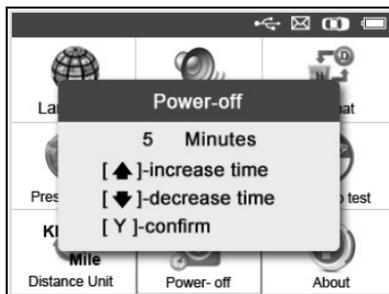

Imagen 3.10
- 2) Pulse el botón de **DESPLAZAMIENTO ARRIBA/ABAJO** para aumentar o reducir el intervalo que ha de transcurrir para la desconexión automática, y después pulse el botón **Y** para confirmar el cambio o el botón **N** para salir sin guardar los cambios. (Imagen 3.10)